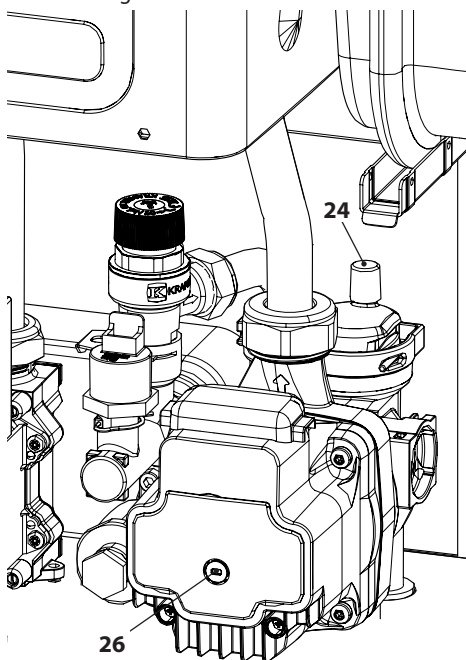

Figura 6.3
- Svitare il tappo della valvola di sfiato automatica 24 in Figura 6.3.
- Togliere il tappo 26 in Figura 6.3 e sbloccare la pompa ruotando il rotore con un cacciavite.